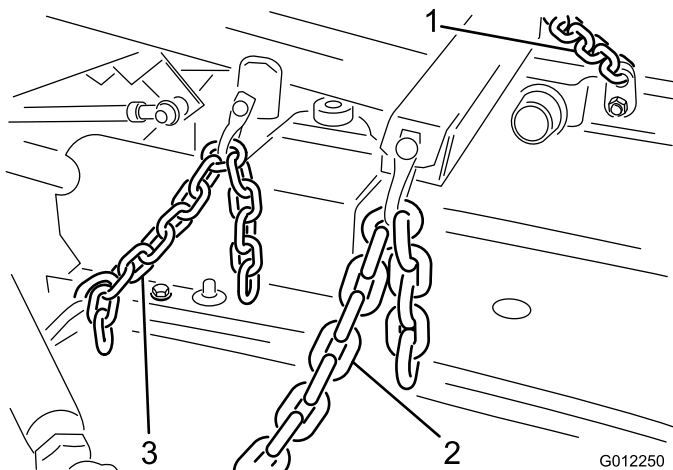

Figura 9
1. Ligue as correntes de elevação ao braço de elevação e suportes de corrente da unidade de corte com seis aros, pinos de aro (3/8 x 1-1/2 pol.) e contrapinos (1/8 x 3/4 pol.) (Figura 9). Para assegurar que a unidade de corte sobe correctamente, prenda as correias às seguintes ligações ao efectuar a ligação: